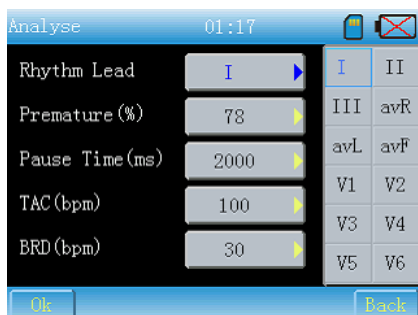

Fig. 7-21
(1) Dérivation de rythme : cliquer sur le bouton pour appeler l'interface comme illustré dans la Fig.7-21